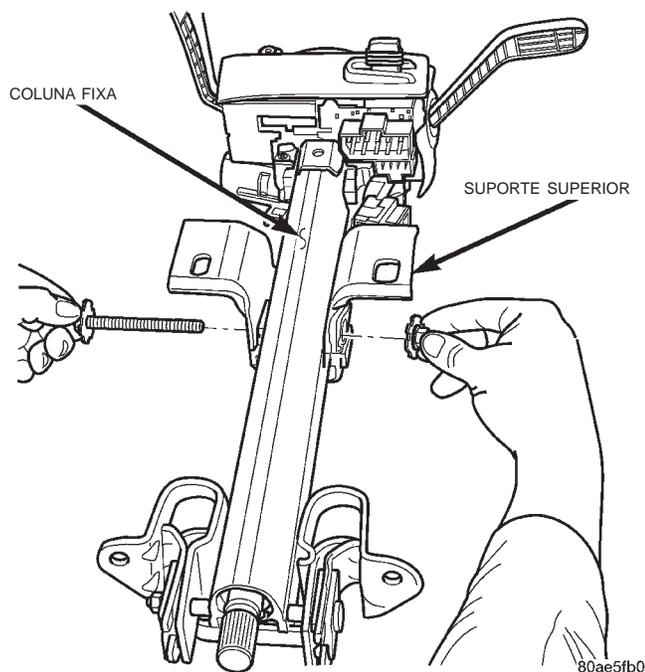

Fig. 6 Coluna Fixa
(11) Remova a coluna.
(12) Remova porca e parafuso do suporte de montagem superior em caso de coluna fixa (Fig. 6). Remova o suporte da coluna e **anote a localização de montagem.**
(13) Remova as mola e todos os interruptores. Consulte o Grupo 8E, "Componentes Elétricos", para obter os procedimentos de manutenção.